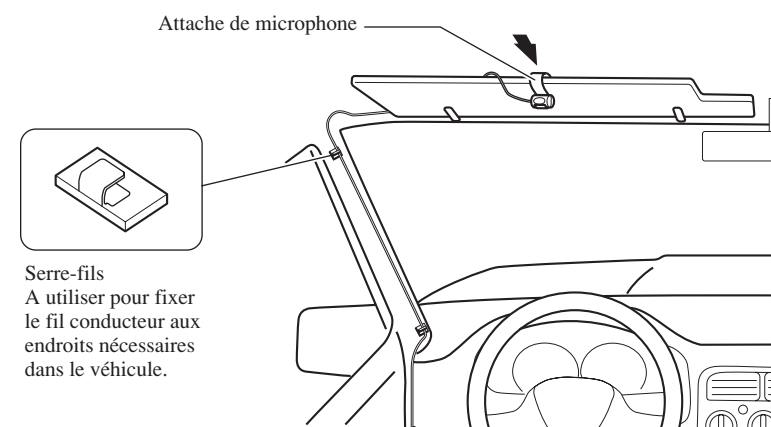

Fig. 13
2. Fixez l'attache du microphone sur le pare-soleil. (Fig. 13)